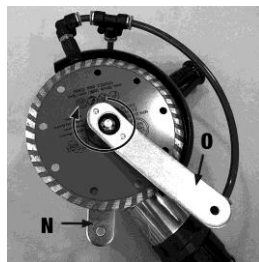

fig. 3
4. Remplacez la bride supérieure et serrez au moyen d'une clé à ergots en tenant la clé à fourche sur les méplats de la broche de travail. Assurez-vous que la lame de coupe est solidement fixée et sûre (fig. 3).